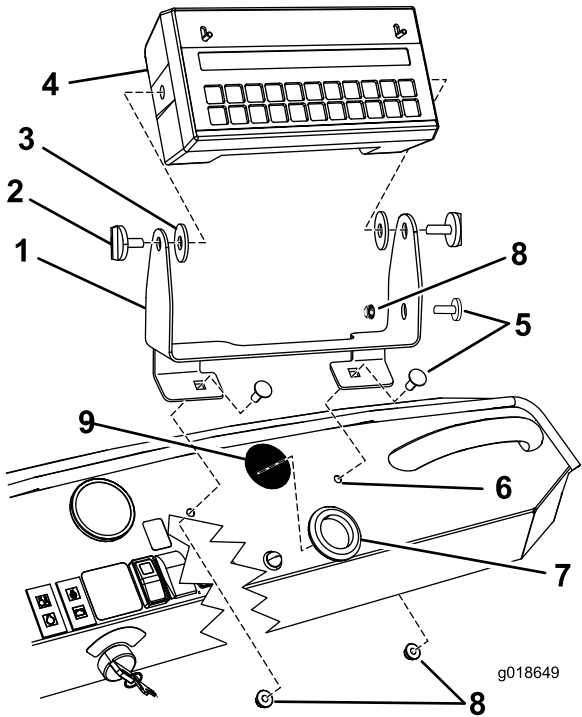

Figura 2
1. Instale o suporte de montagem no painel de instrumentos e prenda-o com dois parafusos de carroçaria (5/16 x 3/4 pol.) e duas porcas de bloqueio (5/16 pol.) como se mostra na Figura 2.
- 7. Monte a consola do computador no suporte de montagem com dois manípulos (Figura 2).